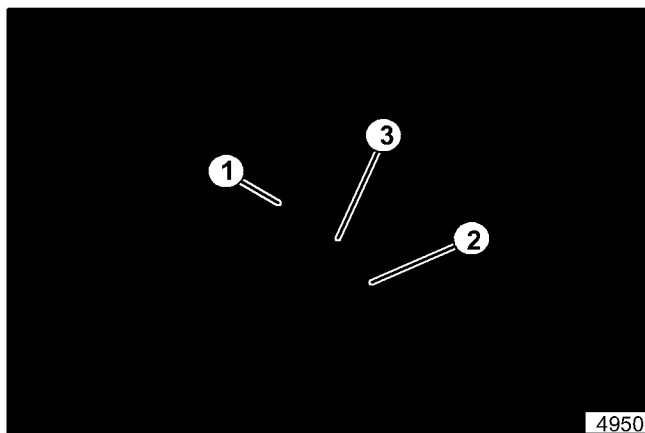

Abbildung 8. An der Kurvenscheibe befestigtes Kupplungskabel
15. Das andere Ende des Kabels an der Kurvenscheibe der Handgriffrückseite befestigen. Das Gewindeteil durch das Loch in der Kurvenscheibe schieben und mit zwei Gegenmuttern sichern (siehe Abbildung 8).